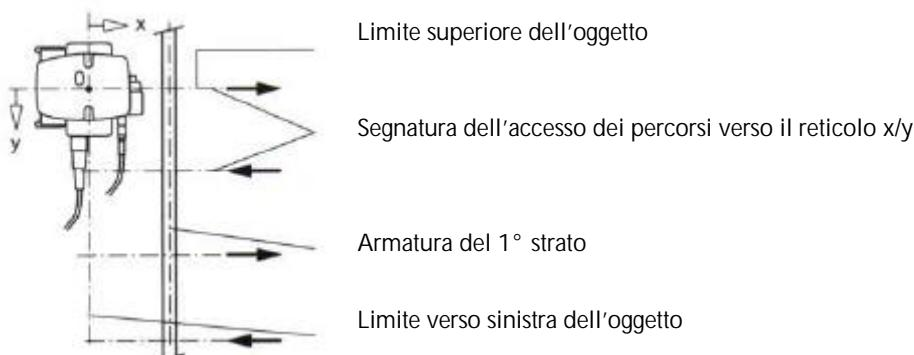

Fig. 5.14 Misurare con la sonda mobile
- Se le armature del primo strato sono disposte in maniera verticale secondo quanto illustrato in fig. 5.14, pag. 17, il carrello con la sonda dovrà muoversi in orizzontale con la distanza selezionata della griglia in direzione y. Muovere la sonda mobile lungo questo percorso. Nella fig. 5.16, la copertura di calcestruzzo indicata in pos. 7 è la più sottile incontrata durante il processo di misurazione in un campo reticolato ed è automaticamente memorizzata in scala di grigi.